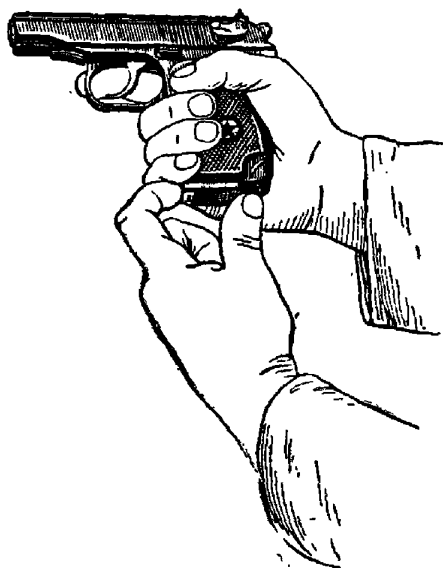

Рис. 4. Извлечение магазина из рукоятки
1. Извлечь магазин из рукоятки (рис. 4). Удерживая пистолет за рукоятку правой рукой, большим пальцем левой руки отвести защелку магазина назад до отказа; одновременно, оттягивая указательным пальцем левой руки выступающую часть крышки магазина, извлечь магазин из рукоятки.